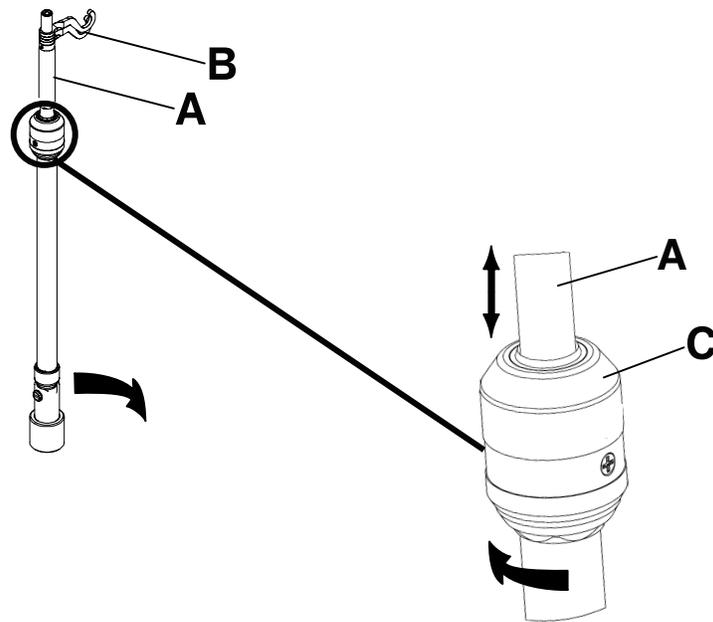

Figure 114 – Utilisation du support de perfusion
3. Pour augmenter la hauteur du support, tirer sur la partie télescopique (A) jusqu'à ce qu'elle s'enclenche dans sa position la plus haute (Figure 114).
4. Faire pivoter les crochets de suspension des poches de perfusion à la position voulue et suspendre les poches (B).
5. Pour abaisser le support de perfusion, tourner le verrou (C) jusqu'à ce que la partie télescopique s'abaisse.